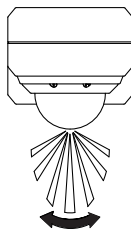
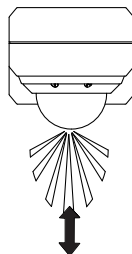

Fig. 1B
Fig. 1C
- El área de control del detector de movimiento puede variar ligeramente en función de la altura y el lugar de montaje, así como de la temperatura ambiente. Antes de decidir el lugar de instalación del detector de movimiento, asegúrese de que el sensor reacciona con más facilidad a los movimientos que tienen lugar transversalmente al área de control (véase la fig. 1B) que a los movimientos directos de acercamiento o alejamiento del sensor (véase la fig. 1C).